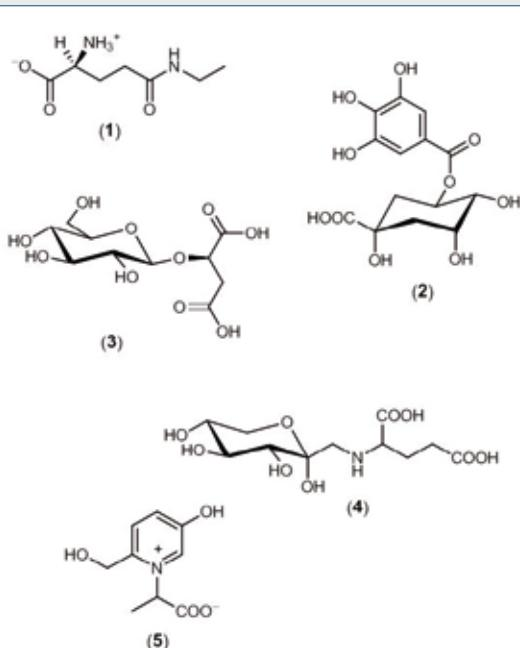

Fig. 2 - Composti umami recentemente identificati [15, 16]
cosiddetto "mat-cha", un thé verde giapponese; l'(S)-morelido (3), rivelatosi un composto chiave nella definizione del profilo aromatico dei funghi morella; l'acido *N*-(1-deossi-D-fructo-1-il)-L-glutammico (4), presente nei pomodori essiccati in quantità significative (fino all'1,5% in peso) e prodotto dalla reazione di Maillard tra acido L-glutammico e glucosio nel corso dell'essiccamiento, oppure l'alapiridaina (5), un sale di piridinio prodotto dalla reazione di Maillard tra L-alanina e glucosio (Fig. 2) [15, 16].